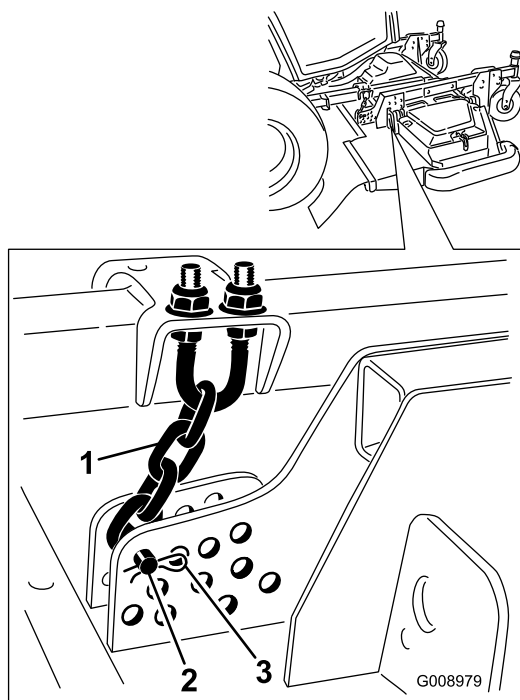

Figure 20
9. Enlevez la goupille fendue et l'axe de chape qui fixent les chaînes de hauteur de coupe à l'arrière du tablier de coupe (Figure 20).